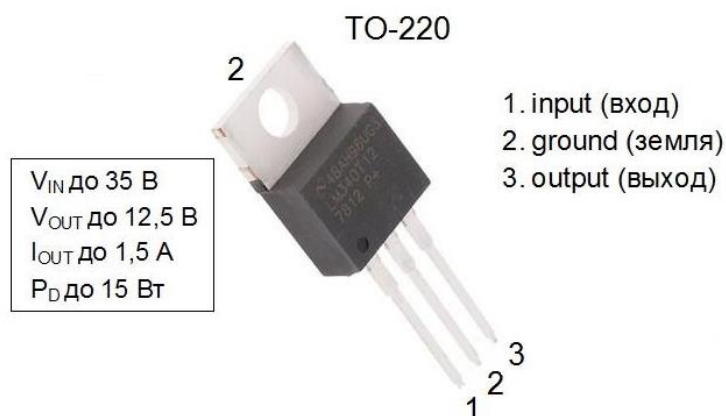

Рис.2. Цоколёвка стабилизатора напряжения LM7812
- Цоколёвка микросхемы LM7812 по спецификации производителя представлена на рис. 2: